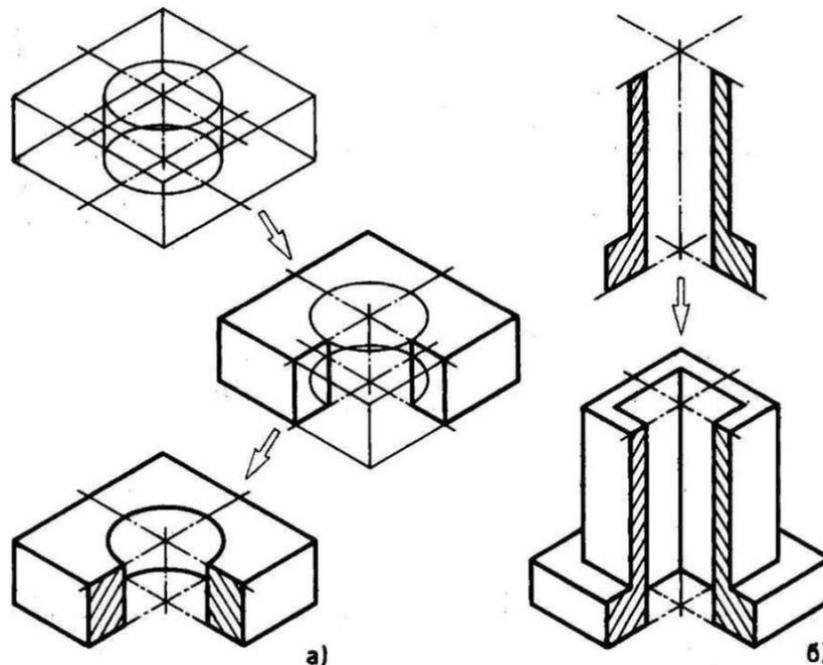

Рис. 30 - Вырез передней четверти в аксонометрии.
Способ первый: в тонких линиях строят аксонометрическую проекцию, а затем выполняют вырез, направляя две секущие плоскости по осям X и Y. Удаляют часть изображаемого предмета, затем штрихуют сечение и обводят изображение сплошными толстыми линиями (рис. 30,а).
Способ второй: вначале строим аксонометрические проекции фигур сечения, а затем дочерчиваем части изображения предмета, расположенного за секущими плоскостями (рис. 30,б). Выполняем штриховку и обводку. Следует отметить что, штриховку наносят параллельно большим диагоналям ромба в каждой аксонометрической плоскости проекций или перпендикулярно им; ребра (тонкие стенки), попадающие в продольный разрез, штрихуют.
6. Одним из способов по рис. 30 построить аксонометрическое изображение.